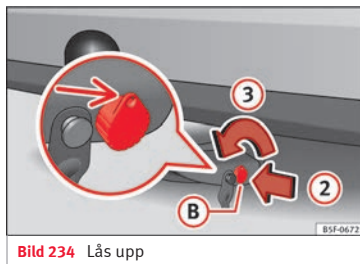

Bild 234 Lås upp
- För in nyckeln **(B)** i låset i pilens riktning **(2)** » bild 234.